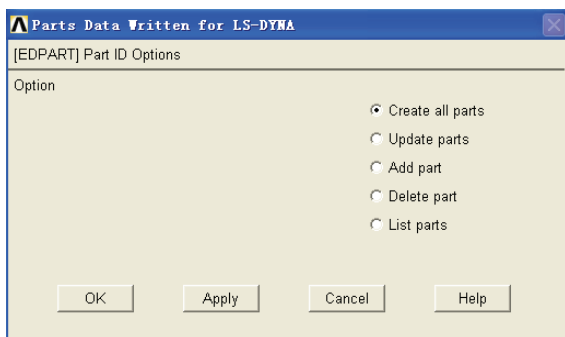

图 5-242 创建 part 对话框
15) 选择 Main Menu | Preprocessor | LS-DYNA Options | Parts Options 命令, 出现 Parts Data Written for LS-DYNA 对话框, 在 Option 选项框中选择 Create all parts, 如图 5-242 所示, 单击 OK 按钮关闭该对话框。